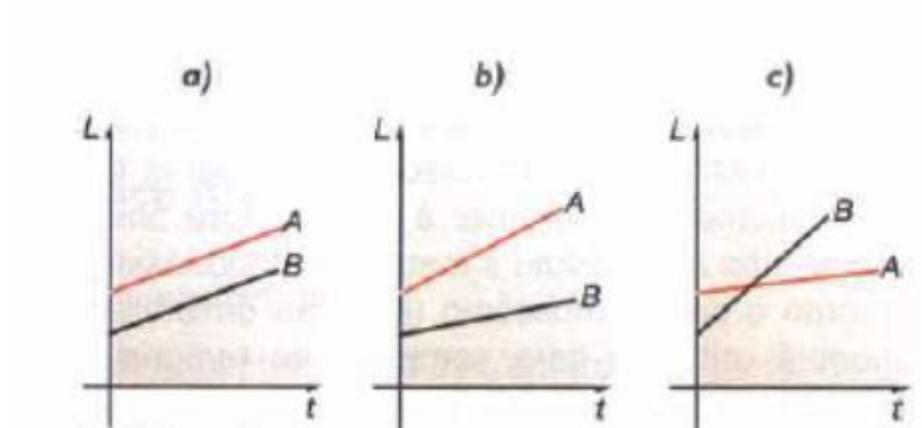

Figura 3.8: Gráficos comprimento X temperatura (Fonte: Alvarenga e Máximo, 2006, p. 68)
8. Duas barras A e B de um mesmo metal, são aquecidas a partir de 0°C . Entre os gráficos da figura 3.8, indique aquele que mostra corretamente como os comprimentos das duas barras variam enquanto a temperatura é aumentada